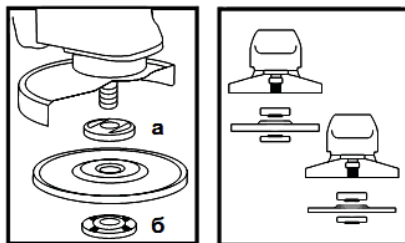

Рисунок 2
5.4 Установите на изделие шлифовальный либо отрезной диск. Для этого нажмите на кнопку фиксации шпинделя (1) и проверните шпиндель до такого положения, при котором он зафиксируется. С помощью вилочного ключа из комплекта изделия отверните и снимите зажимную гайку (б) (смотрите рисунок 2). Установите шлифовальный диск на посадочное место фланцевой шайбы (а) (рисунок 2), нажавите рукой зажимную гайку на шпиндель и затяните ее ключом из комплекта изделия.